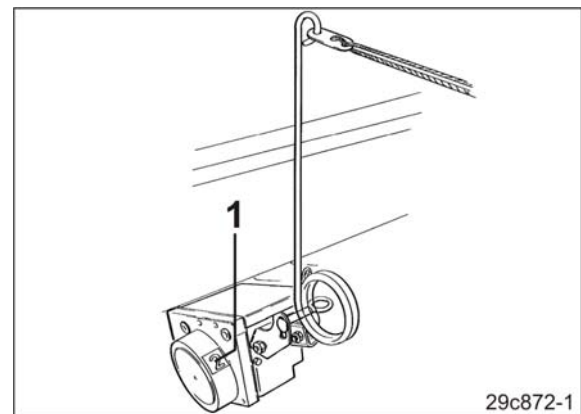

Fig. 77
- der Schaltkasten mit dem dafür geeigneten Teilungsrads (Fig. 77/1) ausgestattet sein